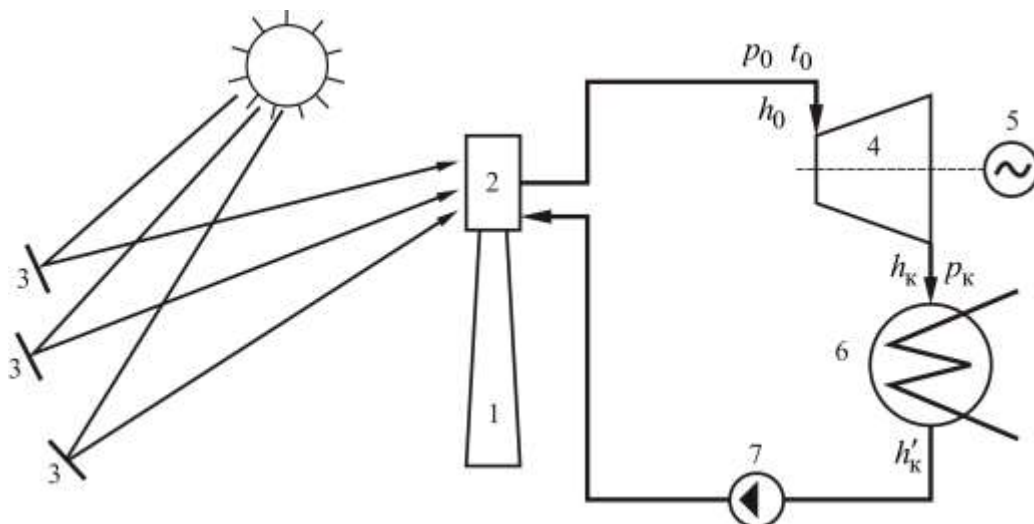

Рис. 1. Схема солнечной электростанции башенного типа:
1. Изобразим схематично солнечную электростанцию башенного типа (рис. 1).